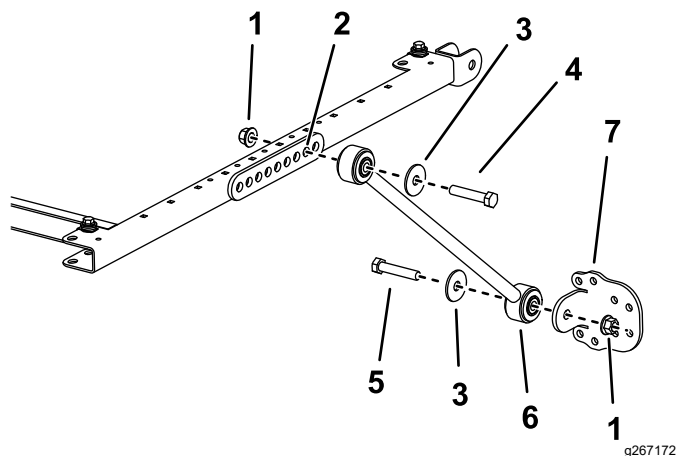

Рисунок 5
5. С каждой стороны рамы солнцезащитного навеса прикрепите, не затягивая, подпорку ко второму отверстию кронштейна подпорки с помощью болта (1/2 x 2 3/4 дюйма), шайбы (1/2 дюйма) и фланцевой гайки (1/2 дюйма), как показано на рис. Рисунок 5.
6. Прикрепите, не затягивая, кронштейн подпорки к каждой подпорке с помощью болта (1/2 x 2 1/2 дюйма), шайбы (1/2 дюйма) и фланцевой гайки (1/2 дюйма), как показано на Рисунок 5.